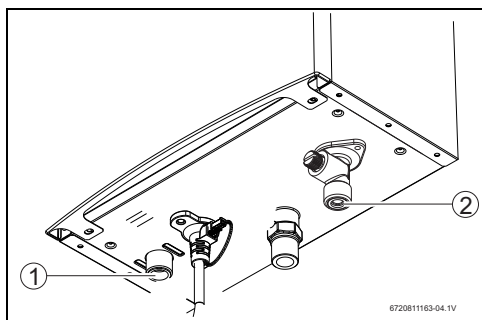

Fig. 15 Collegamento dell'acqua
- ▶ Effettuare i collegamenti di ingresso (Fig. 15, [2]) e di uscita (Fig. 15, [1]) dell'acqua utilizzando gli accessori di raccordo adatti.